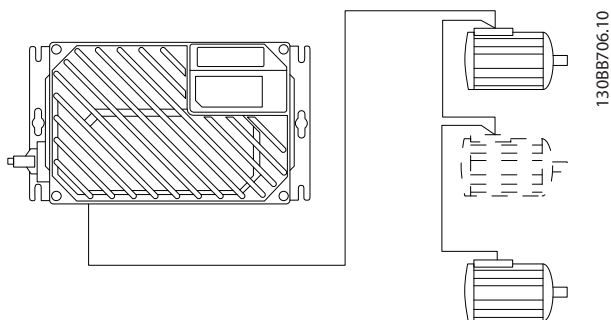

Ilustración 2.15 Conexión de motores en paralelo
- Las instalaciones con cables conectados a un punto común, como en *Ilustración 2.15*, únicamente son recomendables para longitudes de cable cortas (máx. 10 m).